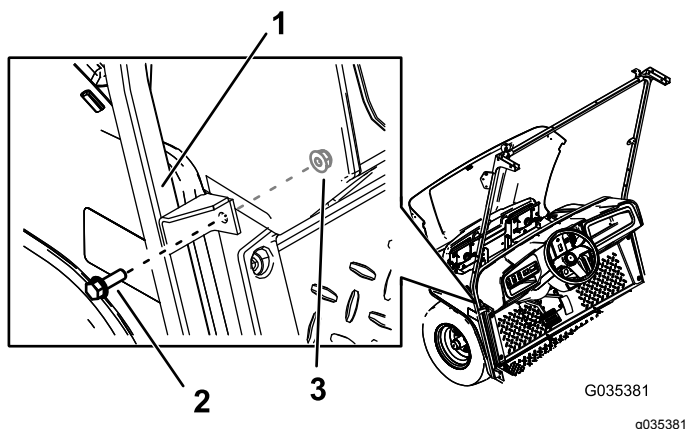

Figura 5
4. Prenda o suporte do meio do suporte do limpa pára-brisas à máquina utilizando dois parafusos flangeados sextavados ($\frac{5}{16}$ x 1 pol.) e duas porcas ($\frac{5}{16}$ pol.) nos furos que efetuou(Figura 5).